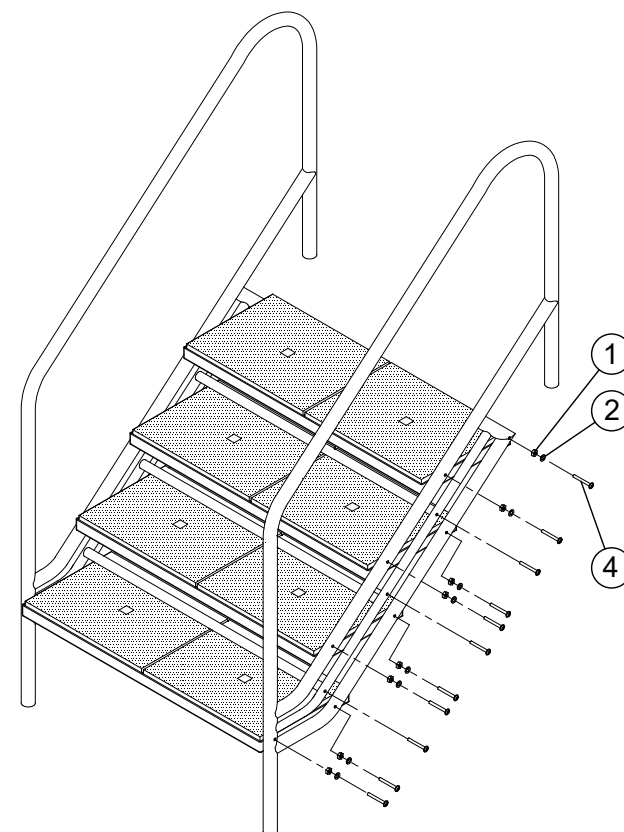

FIG. 7
- 4 - Montar el otro pasamano y fijarlo mediante los tornillos (4), tuercas (1) y arandelas (2) correspondientes. (Fig.7)
- 4 - Assemble the other handrail and secure it with the corresponding screws (4), nuts (1), and washers (2). (Fig. 7)
- 4 - Montez l'autre main courante et fixez-la à l'aide des vis (4), écrous (1) et rondelles (2) correspondants. (Fig.7)
- 4- Den anderen Handlauf montieren und mit den entsprechenden Schrauben (4), Muttern (1) und Unterlegscheiben (2) befestigen. (Abb. 7)